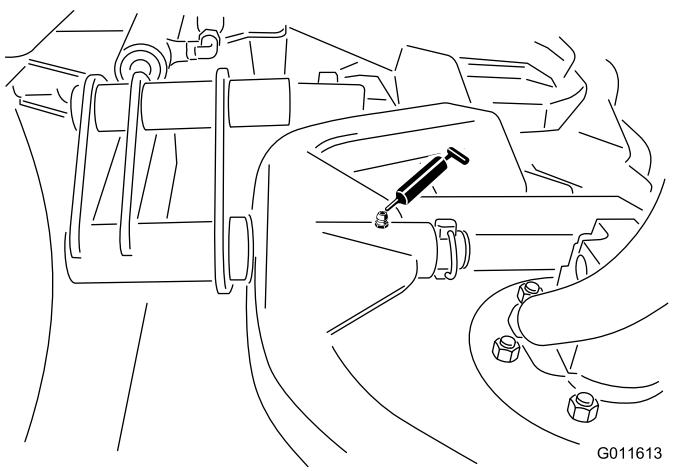

Figura 48
- Pivote del bastidor de tiro de la unidad de corte (1 en cada)—Figura 48